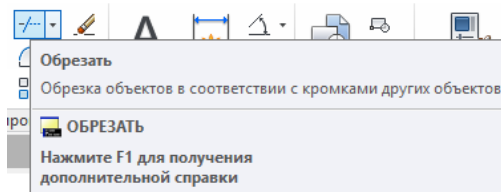

Рисунок 26 – Инструмент "Обрезать"
3.11 В ленте (меню) выбираем инструмент "Обрезать" (рисунок 26). Обрезаем все ненужные элементы. чертеж криволинейного контура показан на рисунке 27.